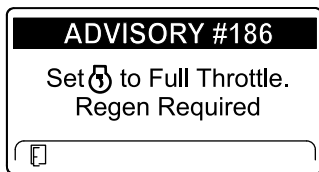

Figure 47
**Remarque:** Si l'InfoCenter affiche ADVISORY #185 (Figure 47), réglez le régime moteur à pleins gaz (ralenti accéléré) pour permettre à la régénération commandée de se poursuivre.